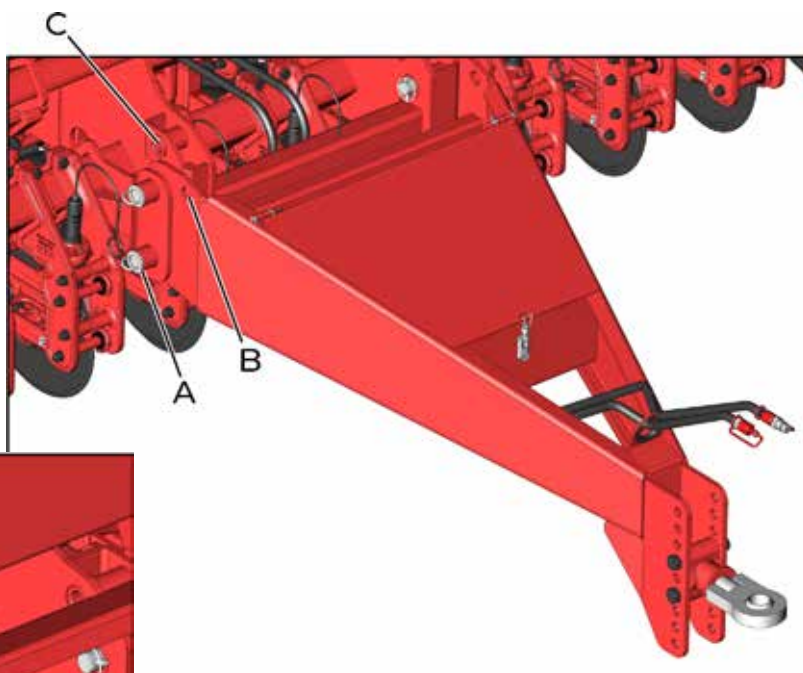
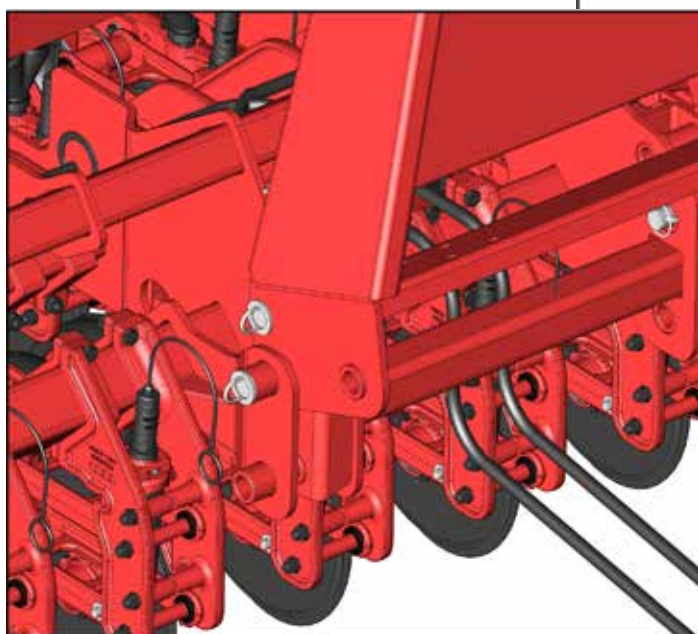

fig. 01
fig. 02
Para suspender o cabeçalho, retire os pinos (A) (fig. 01), em ambos os lados do cabeçalho. Em seguida suspenda o mesmo até que os furos (B) e (C) (fig.01) fiquem alinhados um com o outro. Então, coloque o pino (A) no furo (B), travando o cabeçalho no modo suspenso (fig. 02).